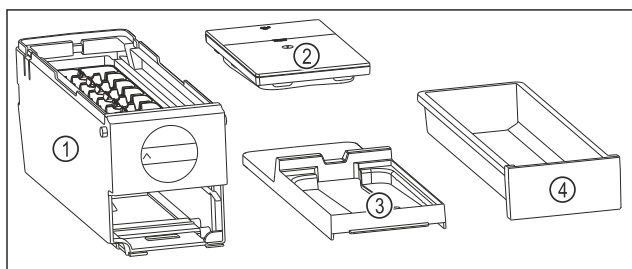

Fig. 133 Sastavni dijelovi sustava EasyTwist-Ice
- ▷ EasyTwist-Ice je rastavljen u četiri dijela. (pogledajte Fig. 133)
- ▶ Sustav EasyTwist-Ice rastavite samo u dijelove prikazane slikom. (pogledajte Fig. 133)
- ▶ Tijelo sustava EasyTwist-Ice Fig. 133 (1) čistite kao cjelinu.